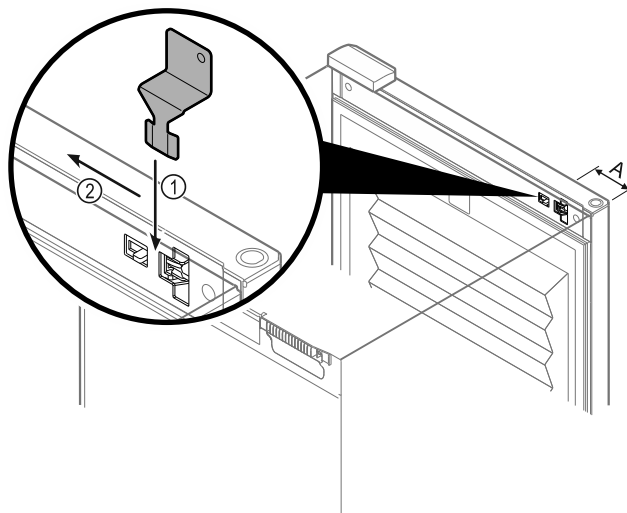

Fig. 101
- Noodontgrendelingsleutel op de betreffende positie positioneren Fig. 101 (A) $\approx$ 100 mm.
- Noodontgrendelingsleutel Fig. 101 (1) tussen deur en apparaatcorpus van bovenaf tot aan de aanslag insteken.
- Noodontgrendelingsleutel in de richting van het scharnier trekken. Fig. 101 (2)